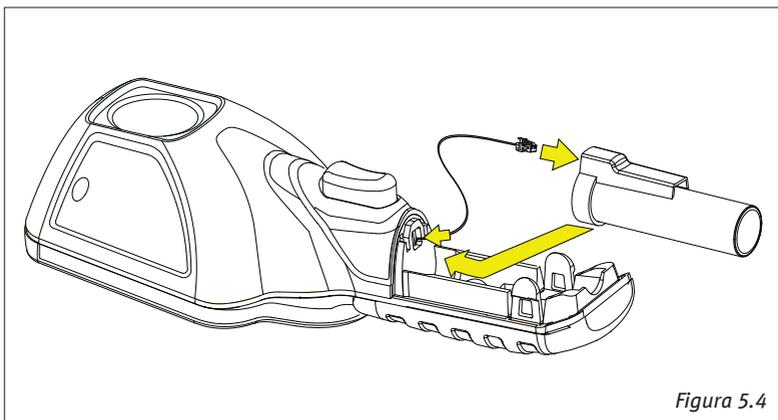

Figura 5.4
2. Ajuste o cabo no compartimento, enquanto o pacote de baterias é instalado (Figura 5.4).